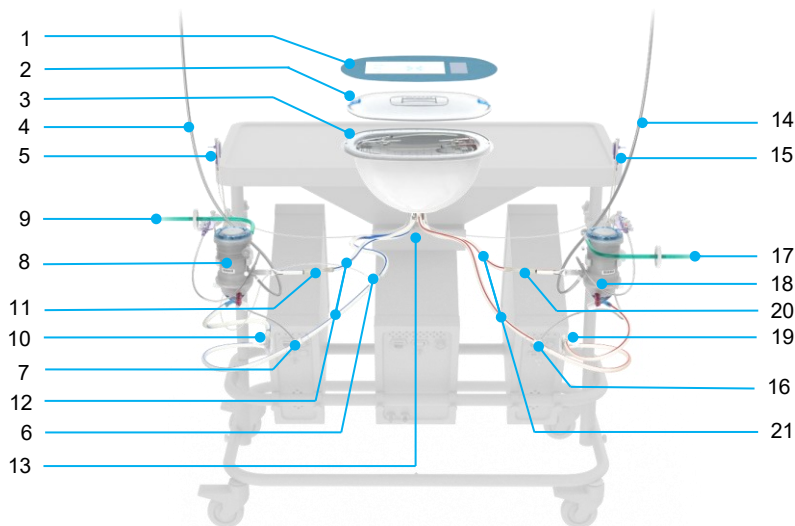

Figura 9 Set de perfuzie Liver Assist
În partea superioară a căruciorului este montat un blat, pentru a crea o suprafață de lucru. Pe blat se află suportul pentru rezervorul hepatic; o cavitate în care este plasat rezervorul hepatic al setului de perfuzie de unică folosință (Figura 9; articolul 3). Proprietățile termoizolante ale blatului mențin temperatura de perfuzie în rezervorul hepatic. Capacul termic situat sub blatul mesei protejează tubulatura de aerul cald evacuat de unitatea termică. Pe ambele părți ale mesei este montat un suport pentru senzorii de presiune, în care sunt plasați senzorii de presiune de unică folosință la aceeași înălțime ca ficatul; aceste suporturi pentru senzorii de presiune sunt dotate cu o consolă pentru a evita re poziționarea accidentală a supapei senzorului de presiune. Pe fiecare parte a căruciorului, este situat un suport al oxigenatorului, pentru plasarea celor două oxigenatoare ale setului de perfuzie. În plus, suporturile sunt echipate cu o clemă pentru a găzdui colectorul de eșantionare.
Seturile de perfuzie Liver Assist sunt de unică folosință și sunt concepute pentru a se plasa atât ficatul, cât și soluția de perfuzie în timpul perfuziei (Figura 9). Seturile sunt sterile și ambalate într-o tavă din polietilenă sigilată cu o folie Tyvek.
- Conectați senzorii de debit la tubulatura de silicon (Figura 9, articolul 11 și 20), situată în apropierea părții arteriale a oxigenatoarelor din circuitul PV și HA.